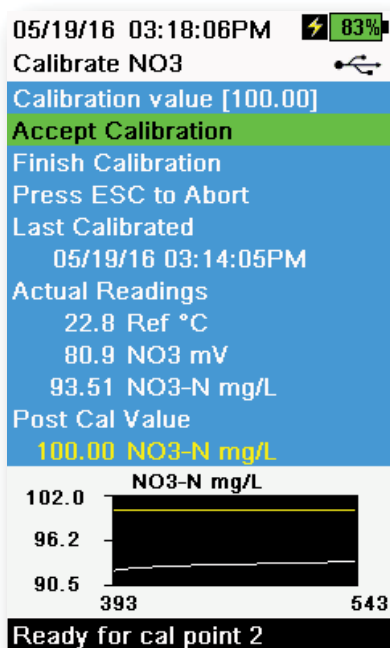

Figura 60 Calibra ISE
8. Osservare le letture delle misure effettive per la stabilità e quindi selezionare **Accept Calibration (Accetta calibrazione)** (Figura 60). "Pronto per calibrare 3" sarà visualizzato nell'area dei messaggi.